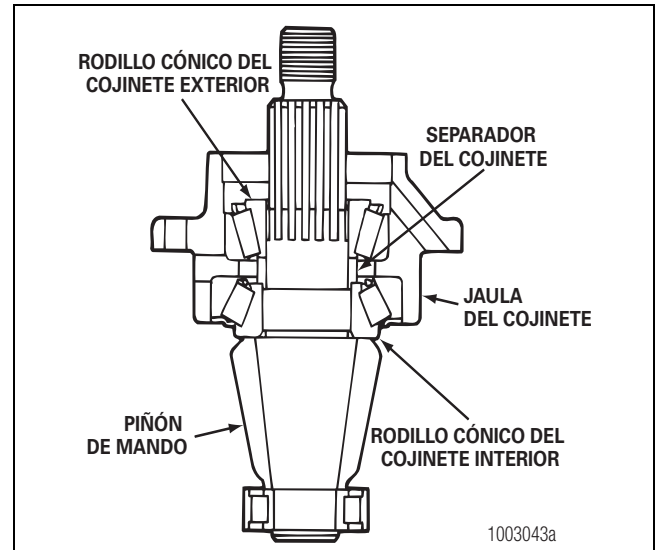

Figura 5.12
- Instale el separador o los separadores del cojinete en el eje del piñón, contra el rodillo cónico del cojinete interior. Figura 5.12. El separador o los separadores controlan el ajuste de la precarga de los cojinetes del piñón de mando.
- Instale el rodillo cónico del cojinete exterior en el eje del piñón, contra el separador. No instale el sello del piñón en la jaula del cojinete. Figura 5.12.